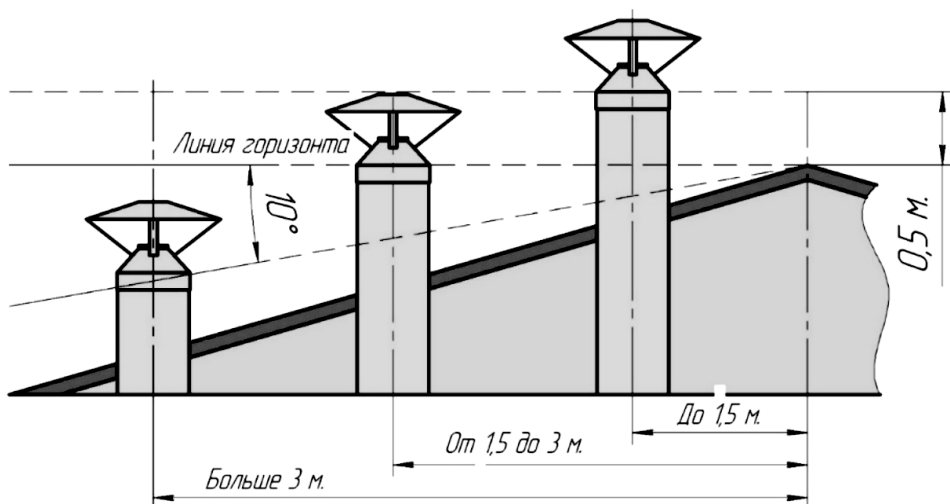

Рисунок 1: Высота дымоходной трубы
- не ниже линии, проведенной от конька под углом 10° к горизонту, при расположении дымовой трубы от конька на расстоянии более 3 м (рисунок 1).